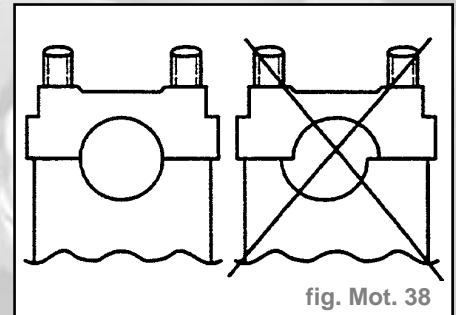

fig. Mot. 38
- Poser les chapeaux de paliers en tenant compte de la position excentrée de leur alésage (fig. mot. 38).